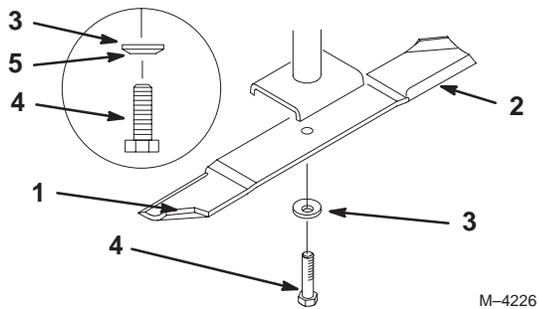

Figure 30
Tenez la lame à son extrémité avec un chiffon ou un gant épais. Retirez le boulon, la rondelle élastique et la lame de l'axe de la lame (Fig. 30).
2. Vérifiez l'équilibre de la lame en la plaçant sur un équilibreur (Fig. 32). Si la lame reste horizontale, elle est équilibrée et peut être utilisée. Si la lame est déséquilibrée, limez un peu l'extrémité de la partie incurvée seulement (Fig. 30). Répétez la procédure jusqu'à ce que la lame soit équilibrée.
1. Placez la lame sur l'axe (Fig. 30).
2. Installez la rondelle élastique et le boulon de la lame. Le cône de la rondelle élastique doit être dirigé vers la tête du boulon (Fig. 30). **Serrez le boulon de la lame à 115–150 Nm.**